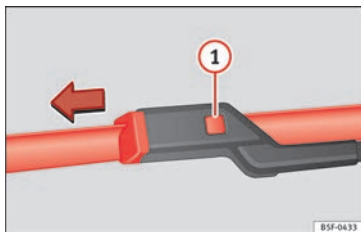

Fig. 141 Cambio de las escobillas del parabrisas.
- Mantenga presionada la tecla de desbloqueo » fig. 141 ❶ y tire a su vez ligeramente de la escobilla en el sentido que indica la flecha.